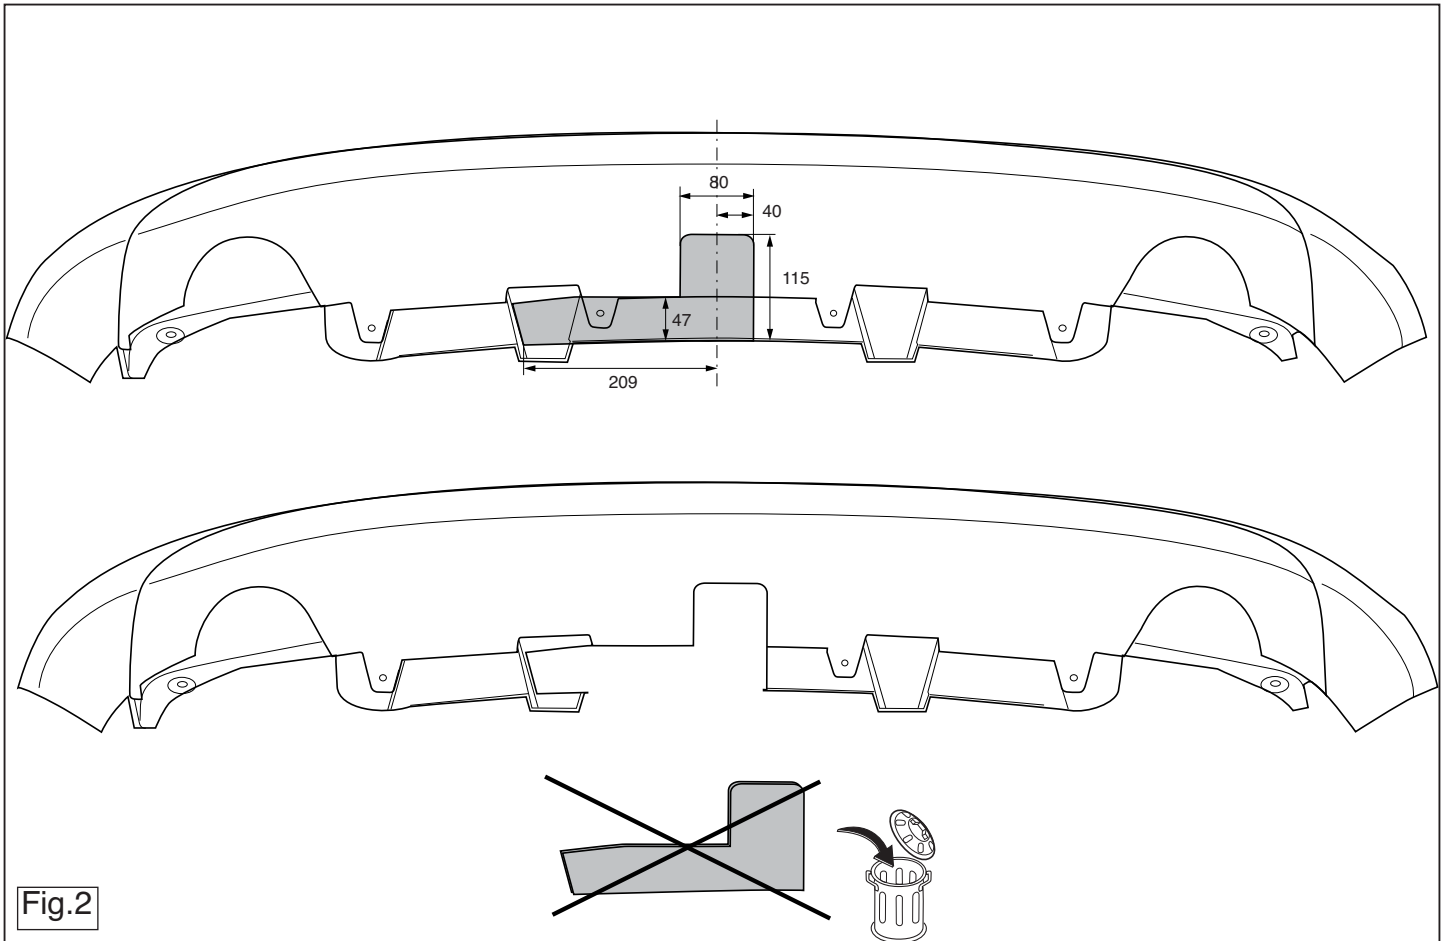

Fig.2
8. Выпилить часть из бампера в середине снизу, как указано на рис. 2 .